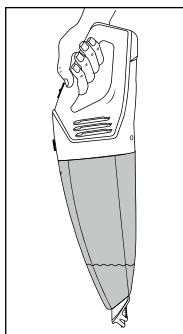

Fig. 3
- Tras aspirar líquidos, transporte siempre el aparato con la boquilla de aspiración de líquidos **1** orientada hacia abajo (consulte la fig. 3):